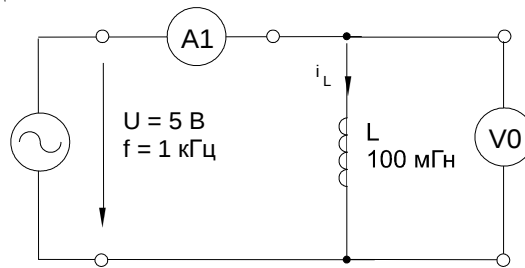

Рисунок 2.14 – Схема электрической цепи
- Соберите цепь согласно схеме (рисунок 2.14), подсоедините к ее входу регулируемый источник синусоидального напряжения с параметрами $U = 5 \text{ В}$, $f = 1 \text{ кГц}$.
- В собранной цепи, согласно схеме (рисунок 2.14), параметры подсоеди-
- В собранной цепи согласно схеме (рисунок 2.14), установите парамет-